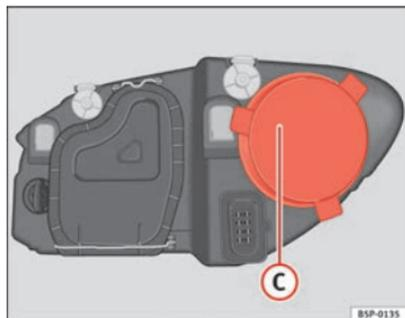

Fig. 168 Abbaglianti
- Rimuovere la copertura ⇒ fig. 168 C tirando dalla stessa.